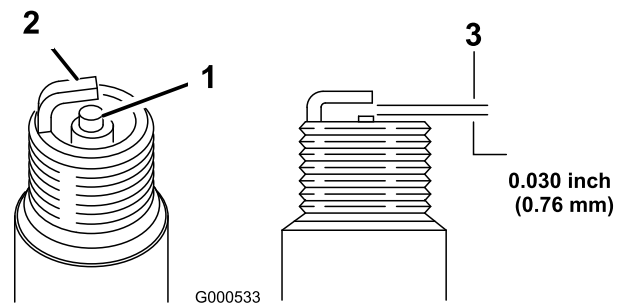

Figura 32
5. Ajuste el espacio entre los electrodos a 0.76 mm (0.030"); consulte Figura 32.